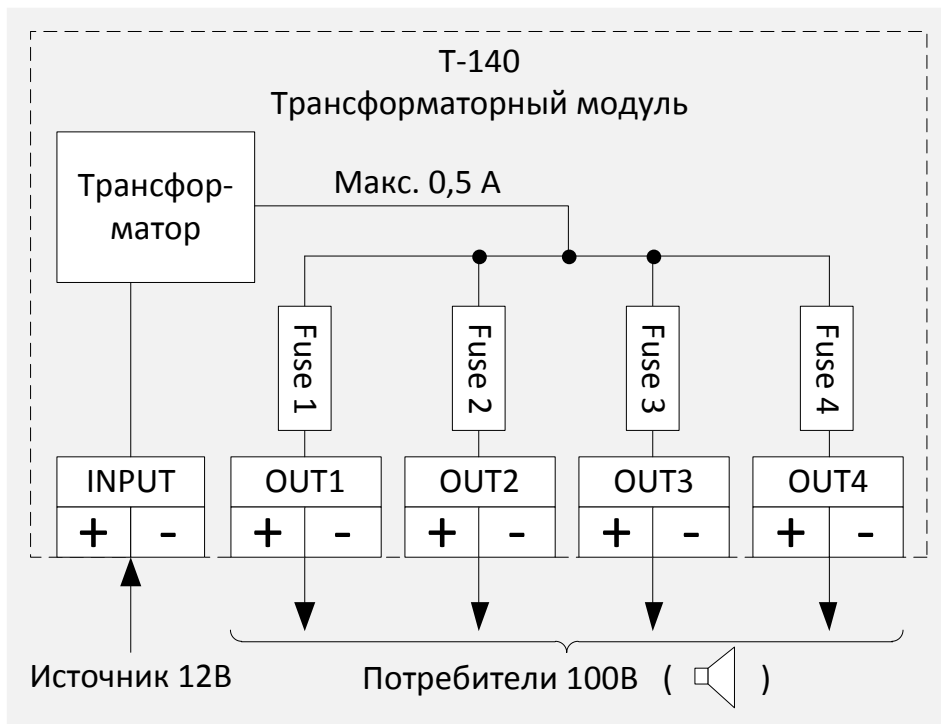

Рисунок 2 Схема подключения трансформаторного модуля Т-140.
3. Подключите кабеля от внешних устройств к клеммам ТМ согласно схеме подключения (смотрите Рисунок 2).